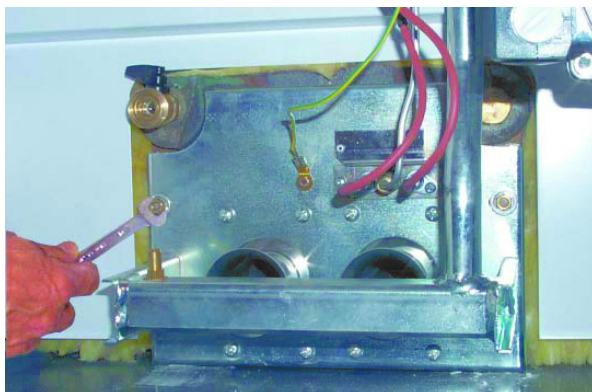

fig. 19 - Demontage branders
- Draai de twee moeren los die de deur van de verbrandingskamer aan de gietijzeren elementen van de verwarmingsketel bevestigen (fig. 19)